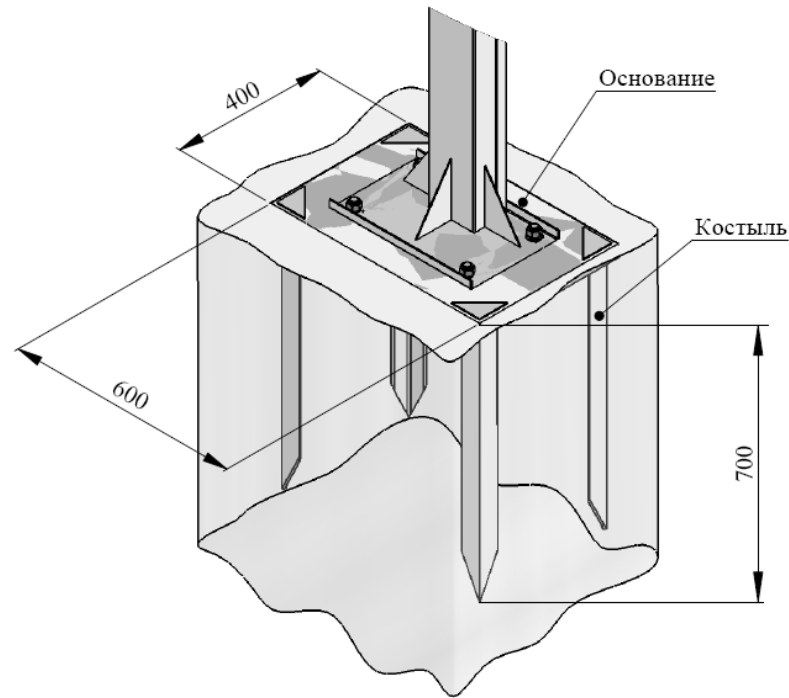

Рисунок 1 – Крепление стойки на опору СКПС облегченную СКПС-О
3.1.1 При установке стоек СКПС на твердых почвах (например, на обочине железнодорожного полотна) рекомендуется использование опоры СКПС облегченной СКПС-О ЕИУС.301314.014 (поставляется по отдельному заказу). Установку СКПС на эту опору необходимо выполнить в следующем порядке (см. рисунок 1):